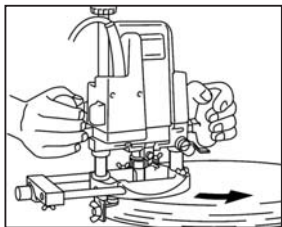

рис. 10
- при работе с параллельным упором, установите его с правой стороны от устройства по направлению подачи (рис.10).